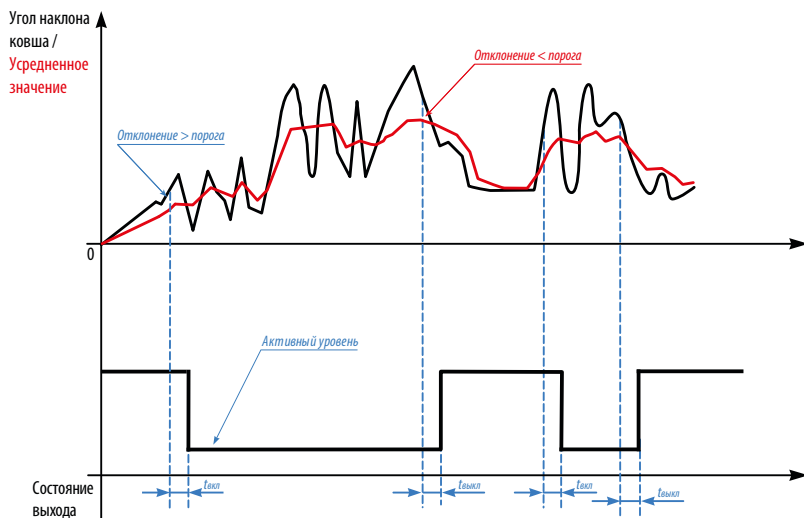

Рис.13. Диаграммы работы выходов в режиме Ковш.
**Ковш.** В данном режиме выход в активном состоянии, пока значение угла наклона является переменным. Если в течение заданной задержки –  $T_{\text{выкл}}$  текущее значение угла не меняется, то выход переключается в неактивное состояние (Рис.13). Переключение выхода из неактивного состояния в активное произойдет в том случае, если в течение времени задержки –  $T_{\text{вкл}}$  происходит постоянное изменение угла наклона – показания меняются чаще, чем заданная задержка.